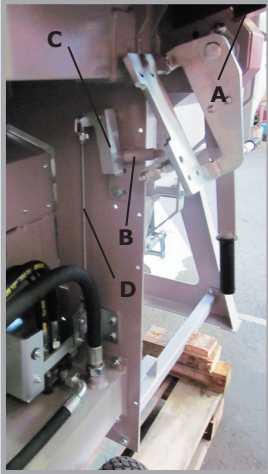

Abb. 18
Zum Auslösen der Steuerung (Spaltschieber fährt aus), muss der Einschalthebel (A, Abb.18) nach unten gedrückt werden. Das Kugellager (B) an der Unterseite der Sägenaufnahme drückt gegen den Umlenkwinkel (C). Über das Gestänge (D) wird das Steuerventil geschaltet (Abb. 18). Wird der Einschalthebel (A) losgelassen, schaltet das Steuerventil um und der Spaltschieber fährt wieder zurück.
Erst wenn der Einschalthebel (A, Abb. 18) wieder betätigt wird, fährt der Spaltschieber erneut aus.